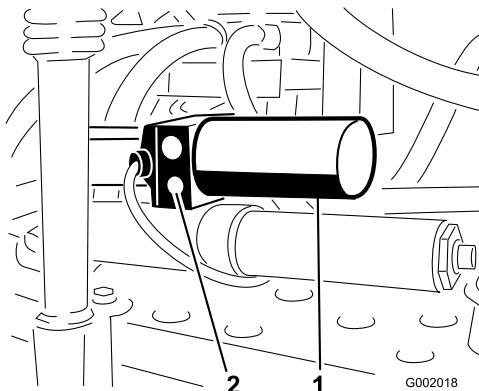

Figura 72
1. La valvola di sicurezza manuale è situata sull'attuatore di ogni barra. La valvola di sicurezza manuale è la valvola più piccola, che si trova solo su un lato del corpo dell'attuatore (Figura 72).